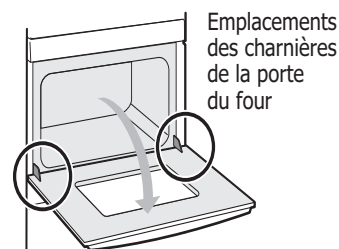

Figure 43 : Emplacement des charnières de la porte
1. Ouvrez complètement la porte du four de façon à ce qu'elle soit parallèle au sol (Voir Figure 43).
3. Ouvrez complètement la porte du four, de manière à ce qu'elle soit parallèle au sol (Voir Figure 43).